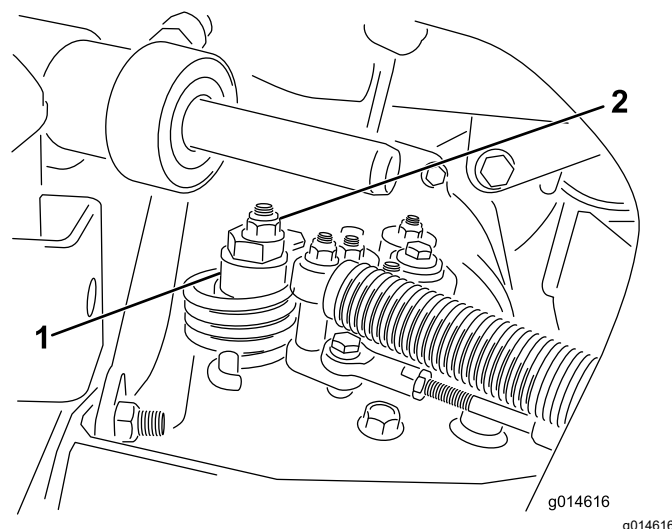

Figure 52
- A. Desserrez l'écrou de fixation de l'excentrique en haut de l'hydrostat (Figure 52).
- C. Tournez l'excentrique jusqu'à ce que la roue ne tourne plus dans aucune direction. Lorsque la roue arrête de tourner, serrez l'écrou pour bloquer l'excentrique et le réglage (Figure 52). Vérifiez le réglage avec la commande d'accélérateur en position BAS RÉGIME, puis HAUT RÉGIME.